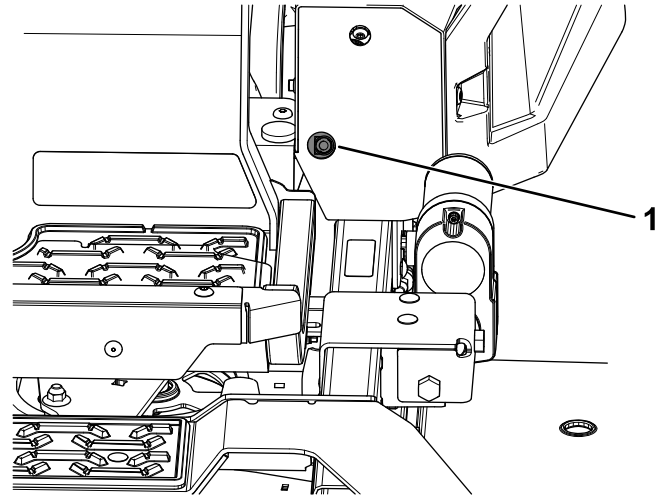
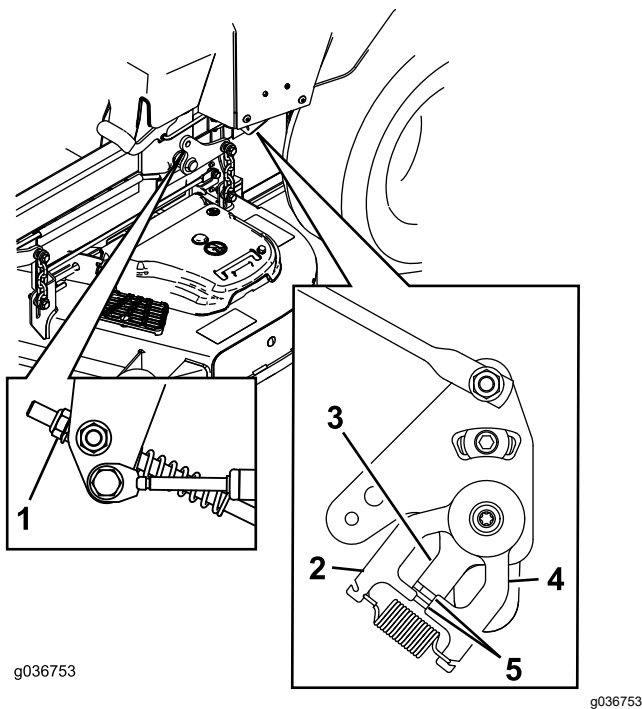

Figure 63
Figure 64
11. Réglez la longueur des tiges de pompes en tournant l'écrou dans le sens voulu jusqu'à ce que les roues tournent légèrement en marche arrière (Figure 63 et Figure 64).